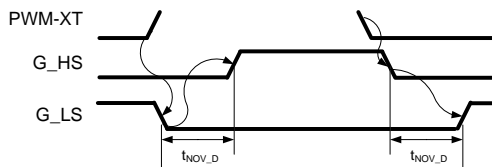

図21：ローカルモードの動作
- ローカルモードです。PWM-XBとPWM-XTは1つの入力信号(PWM-XT)から生成され、CMT-PLA3SA12340Aのゲートドライバボードの各相で適切なノンオーバーラップのタイミングをループ的に管理します(図21参照)。